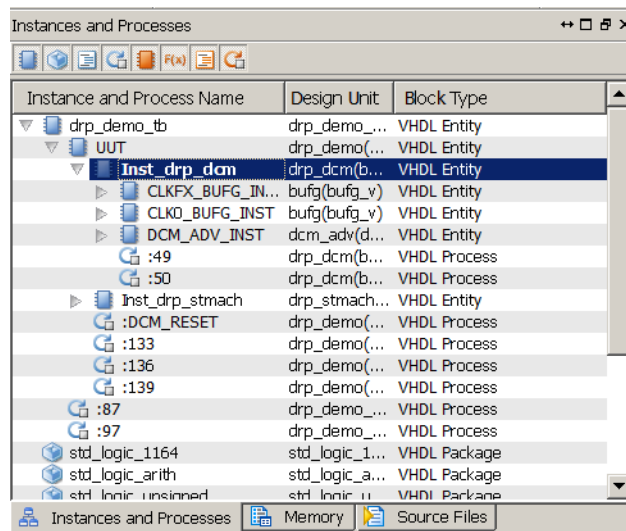

図 3-16 : [Instances and Processes] パネル
1. [Instances and Processes] パネルで、図 3-16 に示すように drp\_demo\_tb の階層を展開表示します。